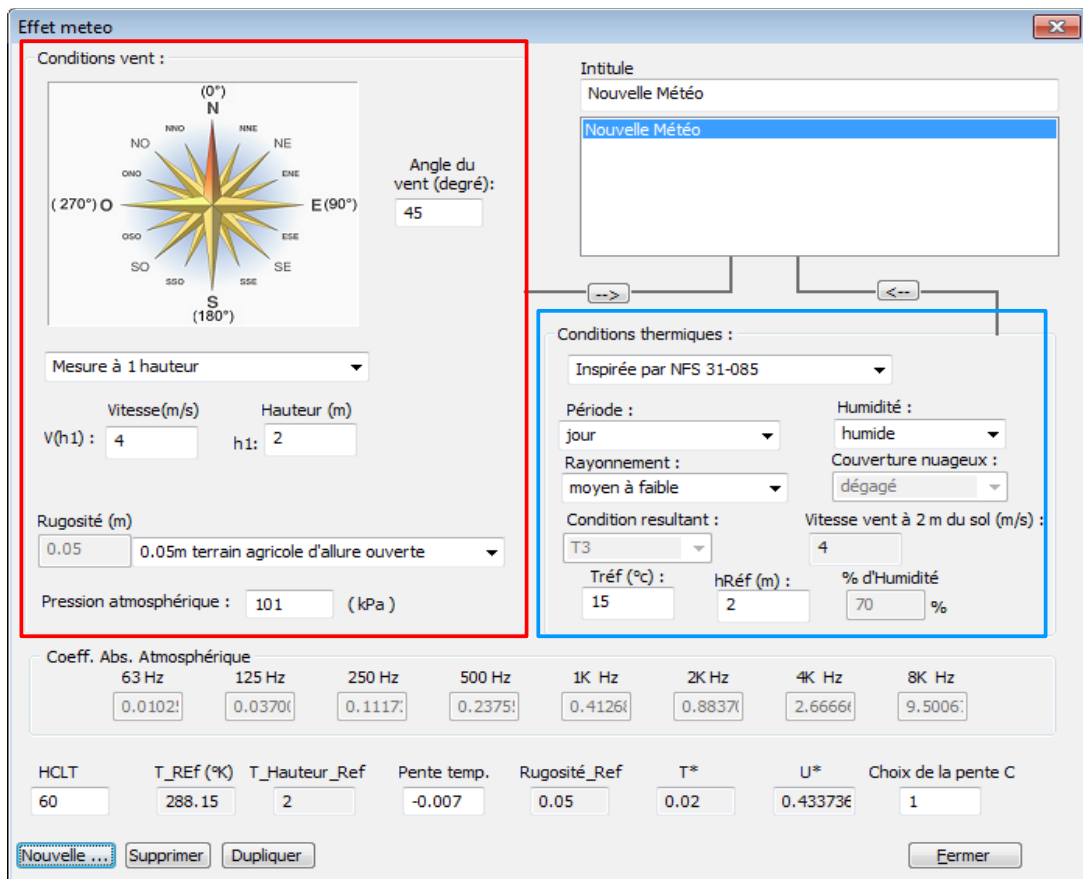

figure 30:
De nouveaux champs apparaissent sur la fenêtre « effet météo » tels que sur la figure suivante (figure 30):
**Pour supprimer ou dupliquer une météo existante**, utiliser les boutons « **supprimer** » et « **dupliquer** » en bas à gauche de la fenêtre effet météo (figure 30).